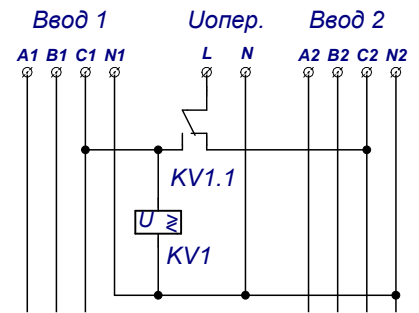

Рис.8 Схема получения оперативного питания с использованием реле напряжения
6.2.2. Схема получения оперативного питания с использованием реле напряжения приведена на рис.8.